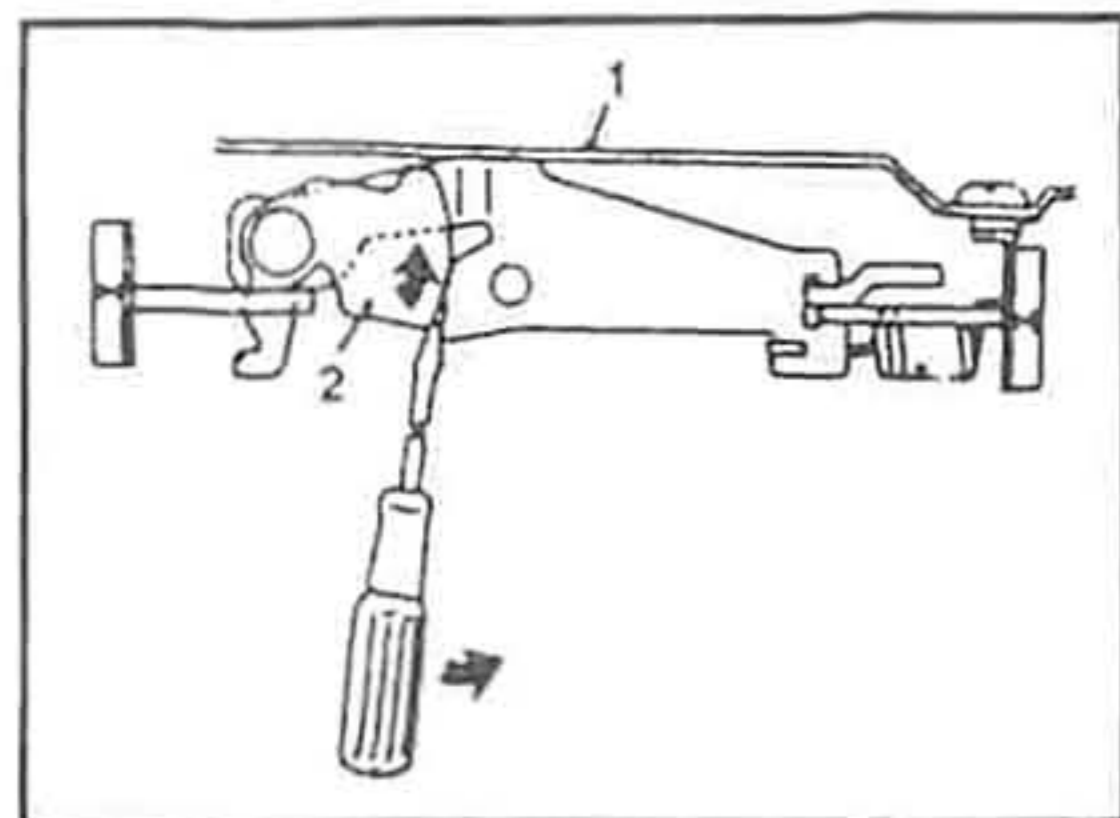

Рис. 626. 1. Опорный диск тормоза. 2. Зубчатый сегмент.
колодки с помощью отвертки (рис. 626) выведите из зацепления зубчатый сегмент (2) и затем маленький сегмент поверните в направлении, указанном стрелкой.